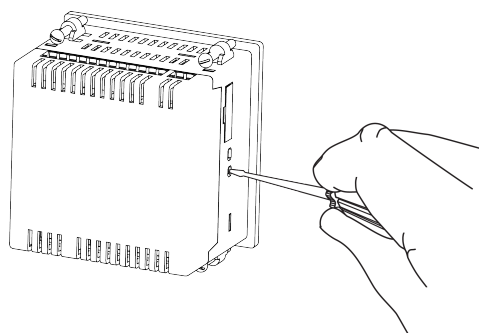

Abb. 4.34 Wiederherstellung der Werkseinstellungen
2. Halten Sie mit einem dünnen Werkzeug die Servicetaste mindestens 12 Sekunden lang gedrückt (siehe Abb. 4.34).